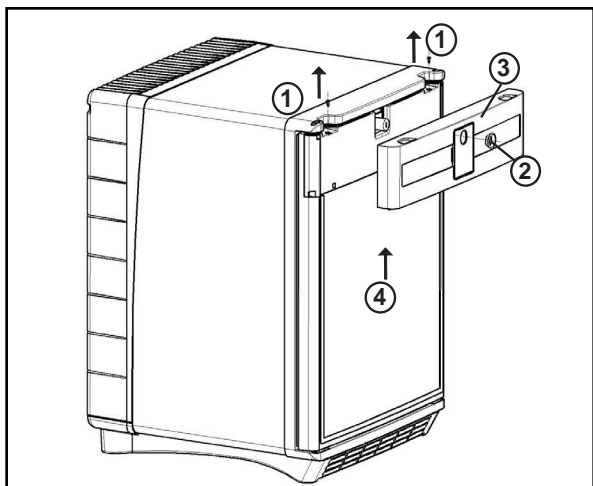

Bild 11.
10. Byte av dörr dekor (bild 11)